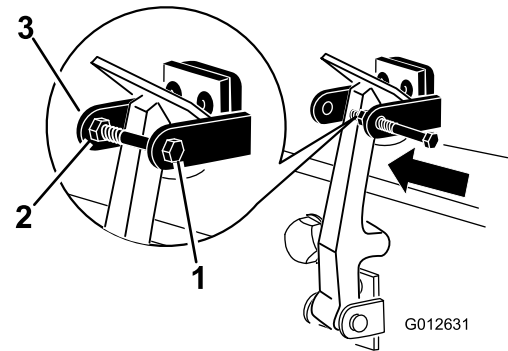

Figure 11
8. Vissez le boulon dans l'autre bras du support de loquet du capot pour bloquer le loquet en position (Figure 11). Serrez le boulon mais pas l'écrou.